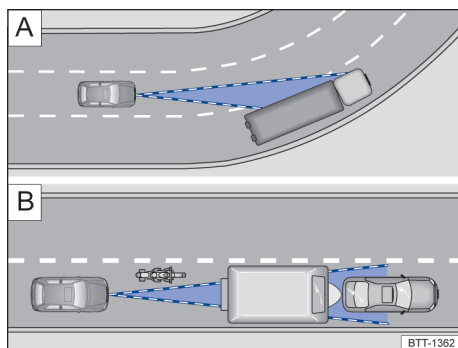

Fig. 126 **A** Trecho em curva. **B** Veículos fora do raio de ação do sensor de radar.
O sensor de radar mede sempre em linha reta. Por isto, em curvas acentuadas pode ser que detecte veículos incorretamente ou que não detecte veículos que estejam adiante → [Fig. 126 \[A\]](#).
- Em caso de veículos que estão fora da área do sensor a pouca distância de seu veículo, por exemplo, motocicletas → [Fig. 126 \[B\]](#).